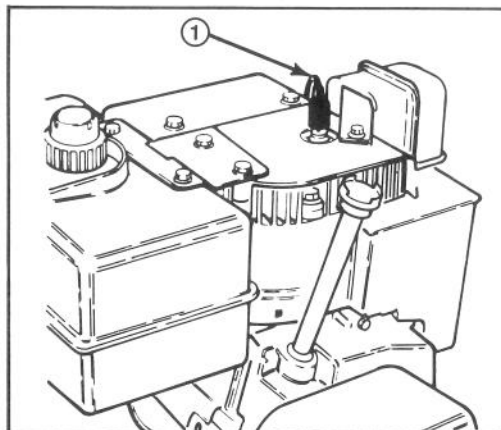

Figure 33
1. Nettoyez autour de la bougie afin d'éviter la retombée de particules dans le cylindre lors du retrait de la bougie (Fig. 33).